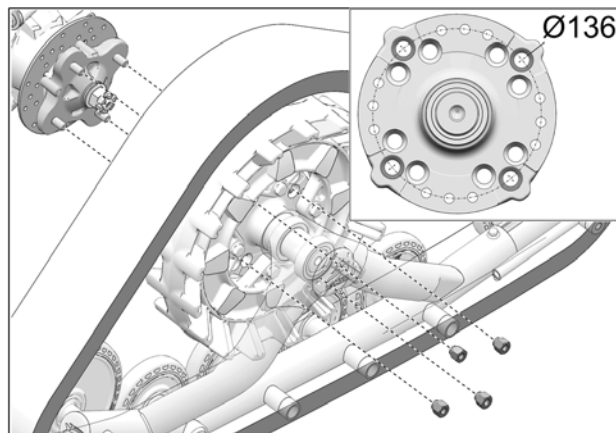

Fig. 18
8. Fixer le système de traction au moyeu de roue avant. Utiliser le cercle de perçage de $\text{Ø}136\text{mm}$ et les écrous de roue d'origine du véhicule. Fig. 18